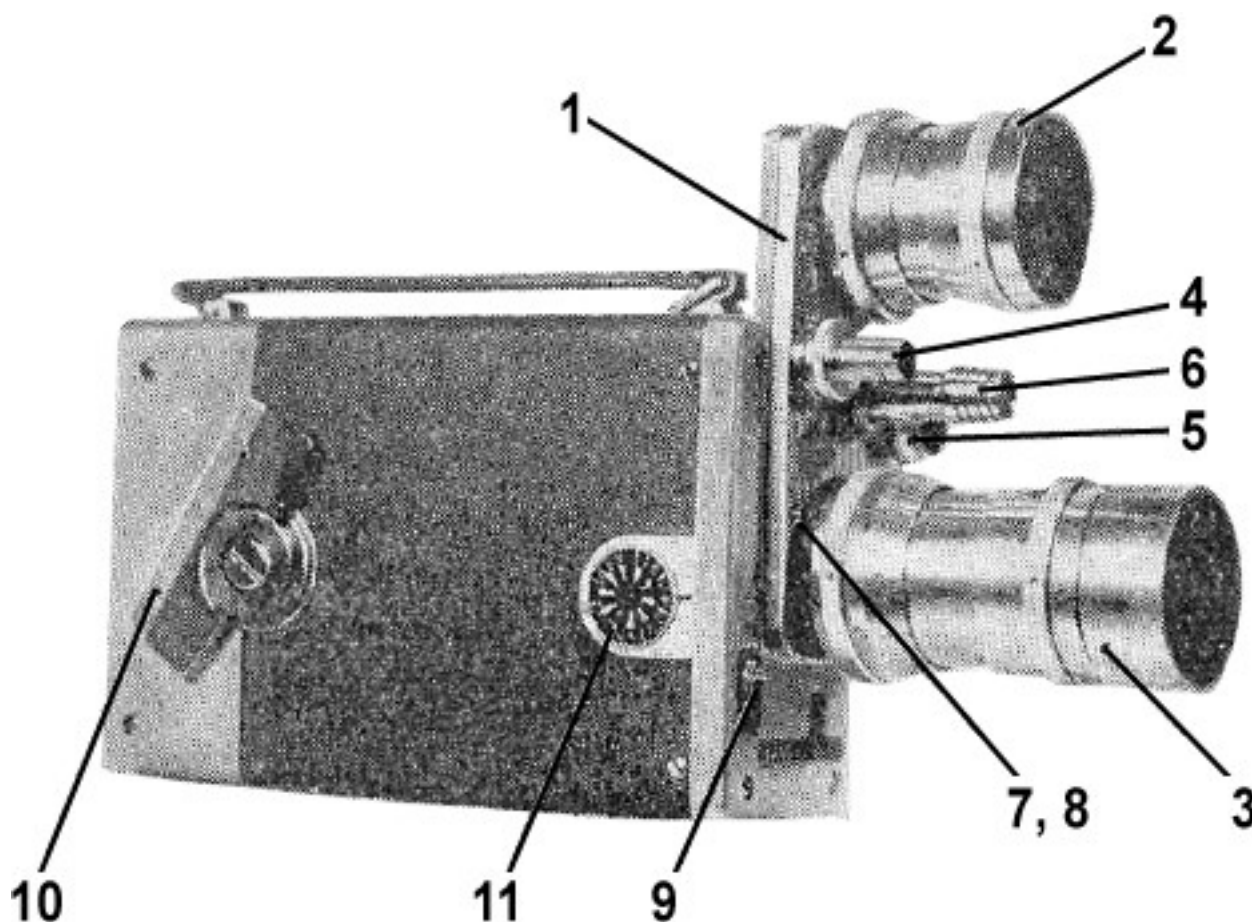

Рис. 1
На рис. 1 показан общий вид киносъемочного аппарата «Киев 16С-2».
Включение механизма аппарата осуществляется пусковой кнопкой (9) (рис. 1). Пусковая кнопка может занимать следующие четыре положения:
Чтобы произвести смену объектива на другой, нужно захватить стойку турели (6) большим и указательным пальцами правой руки, затем стойку следует приподнять (рис. 1) и, сделав полуоборот (в ту или другую сторону), плавно опустить турель на ее направляющие штифты.